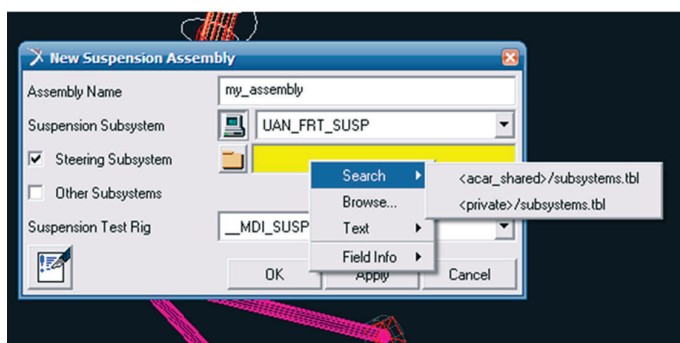

Figura 4.137 – Definindo o *Assembly*.
- Preencha os campos da caixa de diálogo *New Suspension Assembly* conforme ilustrado na Figura 4.137. No campo *Suspension Subsystem*, selecione o subsistema correspondente à suspensão *Macpherson* definido nos passos anteriores. Selecione o item *Steering Subsystem*, e então defina o arquivo *.tbl* (extensão utilizada para o *subsystem*) de interesse. Como será utilizado um *subsystem* da biblioteca da ADAMS/Car, para selecioná-lo, clique com o botão direito do mouse no campo em amarelo, selecione a opção *Search* e então selecione *<acar\_shared>/subsystems.tbl*. Selecione o subsistema denominado *MDI\_FRONT\_STEERING.sub*.